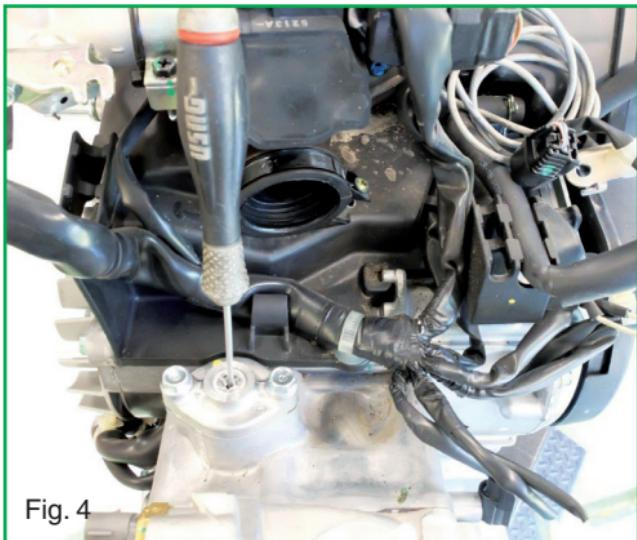

Fig. 4
- Ôter le capuchon vissé du tendeur de chaîne et serrer la vis jusqu'en butée (Fig. 4).